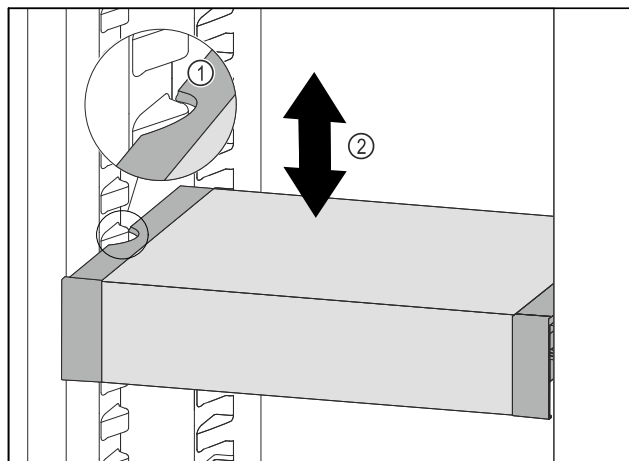

Fig. 63
- ▶ VarioSafe vucite prema naprijed sve dok se bočni otvori VarioSafe ladice ne nađu na visini žlijeba spremnika u hladnjaku. Fig. 63 (1)
- ▶ Pomičite ladicu VarioSafe u hladnjaku prema gore ili dolje sve dok ne dosegnete željenu visinu. Fig. 63 (2)